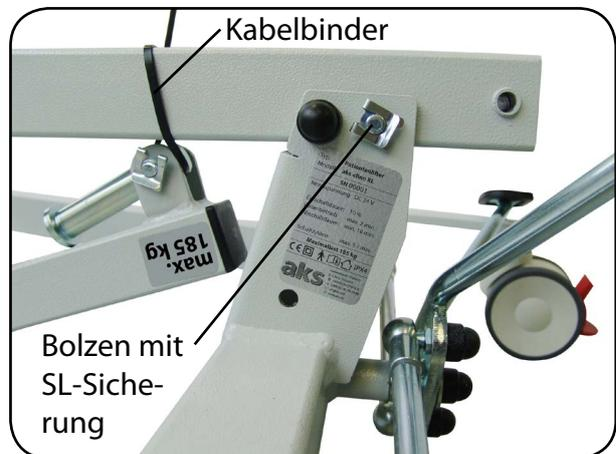

Abb. 8.9.06 - Standmastaufnahme
9. Arretieren Sie den Standmast mit dem Bolzen an der Standmastaufnahme (obere Bohrung). Sichern Sie den Bolzen mit der SL-Sicherung (Abbildung 8.9.06, mit Hebearm standard).